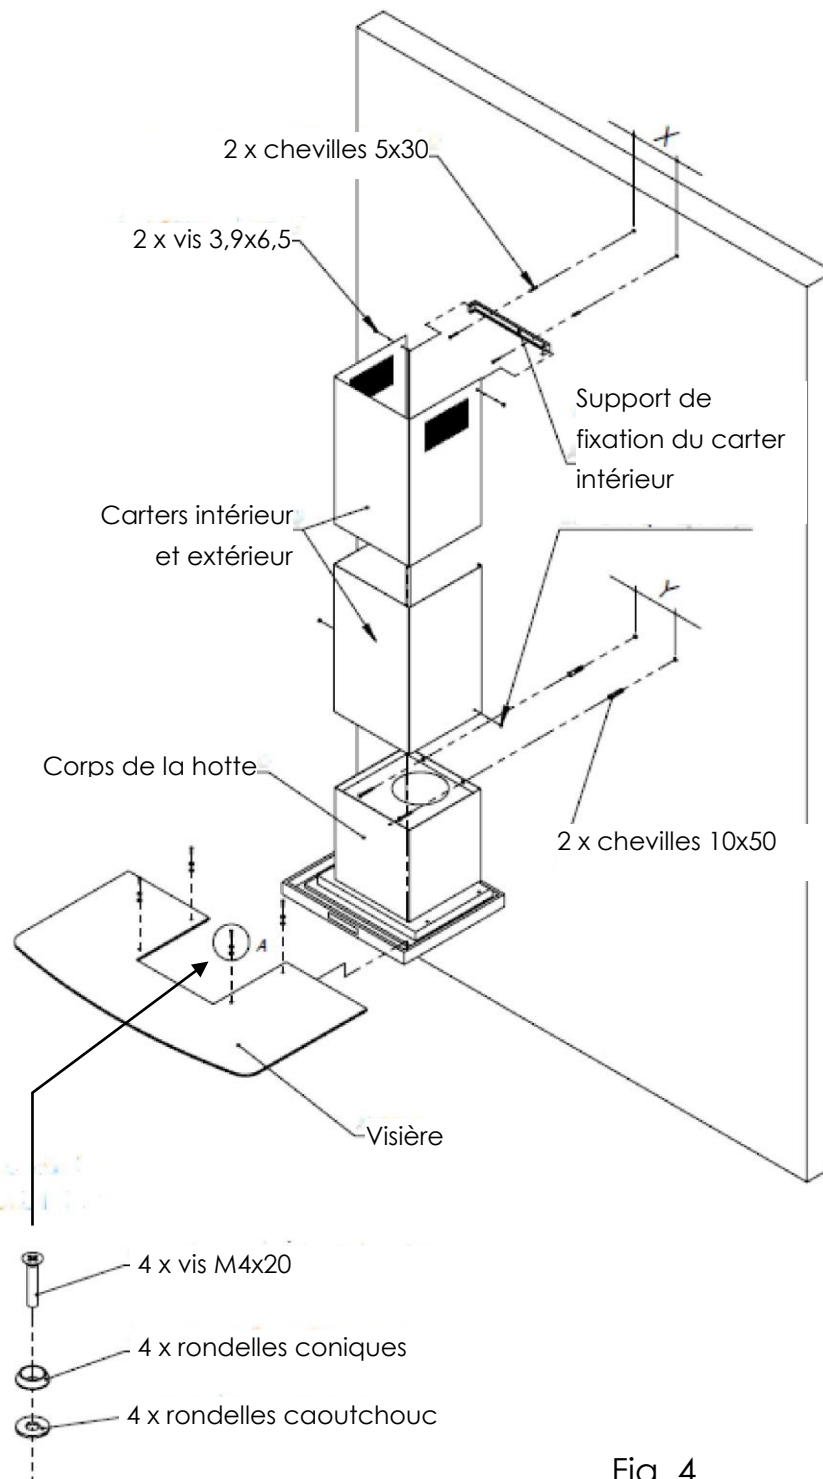

Fig. 4
- Tracez sur le mur les emplacements des trous de fixation du corps de la hotte (Y) (Fig. 4).
- Placez avec précaution la visière en verre par le haut sur la hotte et fixez-la au corps de la hotte à l'aide des vis M4x20 en interposant les rondelles en caoutchouc et les rondelles coniques (Fig.4).
- Placez le support de fixation du capot intérieur à la hauteur indiquée et tracez les trous de montage (X) (Fig. 4).